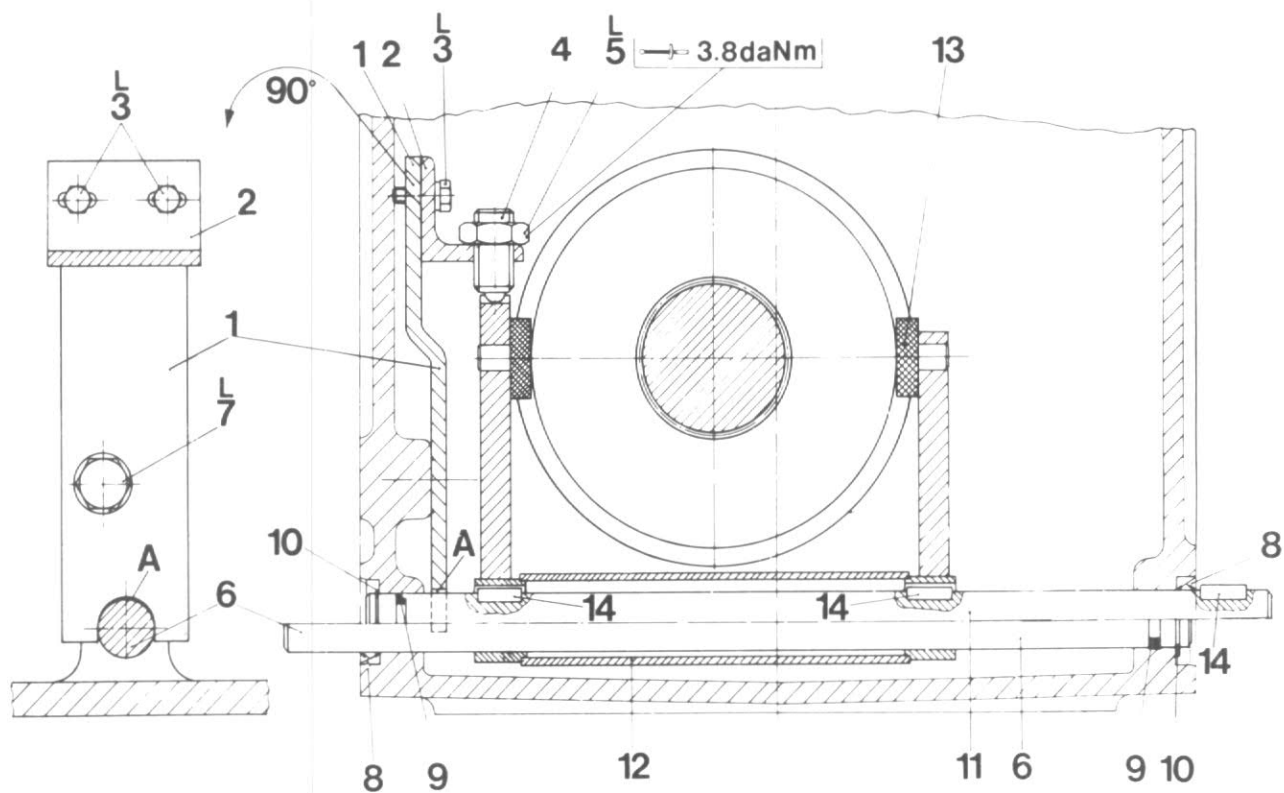

Figure 107
Installez la fourchette suivant la figure 107.
Placez le support de détente (1) Fig. 107 en prenant soin d'aligner l'encoche avec le trou de l'axe d'enclenchement. Bloquez le boulon (7) en utilisant du Loctite.
Alignez la cornière de détente (2) Figure 107 de manière telle que l'échancrure centrale soit en ligne avec le trou taraudé quand la fourchette (12) se trouve au neutre.